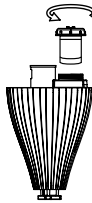
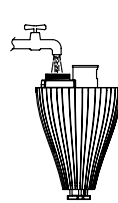

fig. 3
fig 4
- Retournez-le et dévissez le bouchon avec la cartouche anticalcaire en tournant dans le sens inverse des aiguilles d'une montre (fig. 3). Remplissez le réservoir avec de l'eau du robinet fraîche et tiède, entre 10°C et 50°C (fig. 4).